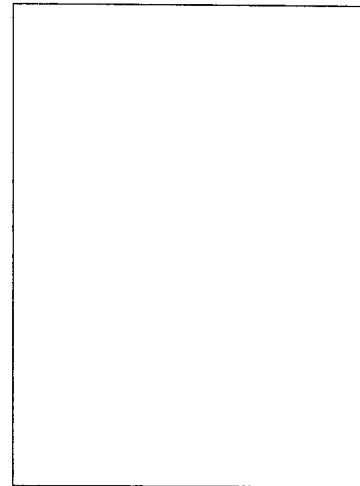

Abb. 2: Batterie einlegen
Siehe Abb. 2:
3. Legen Sie die mitgelieferte bzw. neue Batterie (2) wie in Abb. 2 gezeigt in das Batteriefach ein.
4. Stellen Sie den ON/MUTE/OFF-Schalter (3) auf ON.